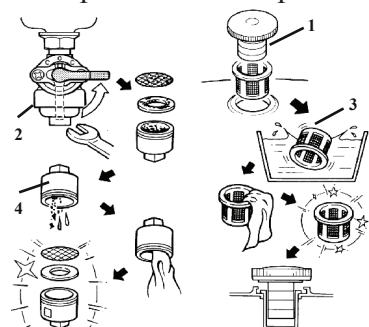

рис. 6
7.5.1 Снимите крышку бензобака 1 (рис. 6) и колпачок крана подачи бензина 2 (рис. 6), стараясь не повредить уплотнения. Слейте остатки топлива во вспомогательную ёмкость.
7.5.2 Удалите загрязнения с фильтров 3 и 4 (рис. 6) промыванием в лёгком растворителе (типа №646, Уайт-Спирит) и продувкой.
7.7.2 Удалите или полностью выработайте имеющуюся в баке топливную смесь. Слив производите, сняв колпачок 2 (рис. 6) крана подачи топлива.